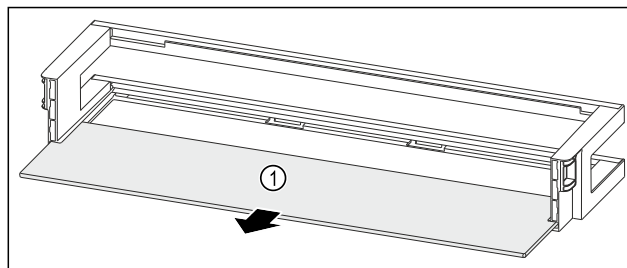

Fig. 179 Balconcino controporta con ripiano
- Rimuovere il ripiano Fig. 179 (1).